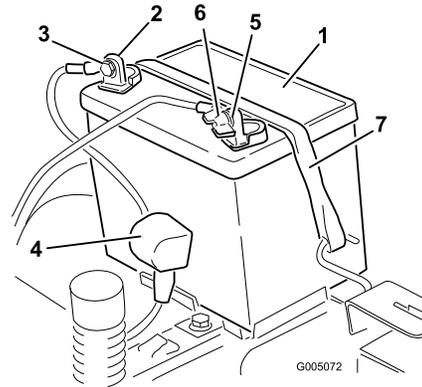

Bild 33
4. Klemmen Sie das Minuskabel (schwarz) vom Batteriepol ab (Bild 33). Bewahren Sie alle Befestigungen auf.
5. Schieben Sie die Gummiabdeckung am Pluskabel (rot) nach oben. Klemmen Sie das Pluskabel (Rot) vom Batteriepol ab (Bild 33). Bewahren Sie alle Befestigungen auf.
6. Nehmen Sie die Batterieklemme ab (Bild 33) und heben Sie die Batterie aus dem Ständer heraus.
1. Legen Sie die Batterie in den Ständer, wobei die Klemmen zur Betriebsstellung weisen (Bild 33).
5. Befestigen Sie die Batterie mit der Befestigung (Bild 33).